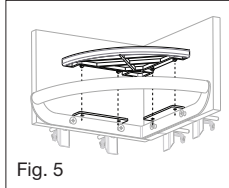

Fig. 5
9. Coloque el estante de plástico en el soporte para estante y asegúrate de que las clavijas de plástico encajen en los orificios del soporte. Presiona firmemente para encajarlas en su lugar. (Fig. 5)
16. Coloque el estante de plástico en el soporte para estante y asegúrate de que las clavijas de plástico encajen en los orificios del soporte. Presiona firmemente para encajarlas en su lugar. (Fig. 5)